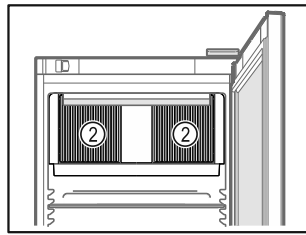

Fig. 54
- Lüftungsschlitze Fig. 54 (2) des Umluftgebläses im Innenraum freihalten.